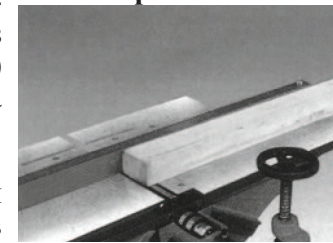

рис. 19
7.4 Стругание (рис. 19)
- подавайте заготовку со стола **12** (рис. 1), прижимая её к упору **25** (рис. 1). Дополнительный вид (рис. 19).